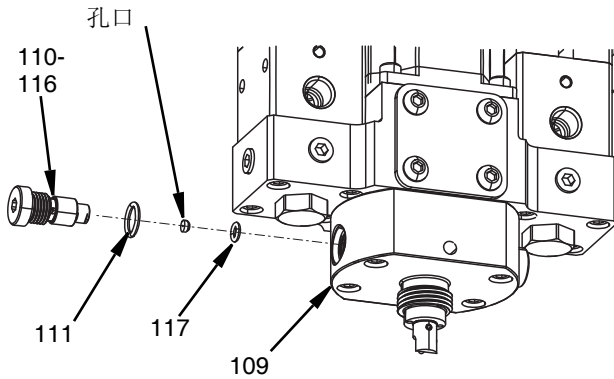

图 29
3. 拆下止回阀和喷口 (109) 空腔底部的孔口嵌件和 O 形圈 (117) 垫片。参见图 29